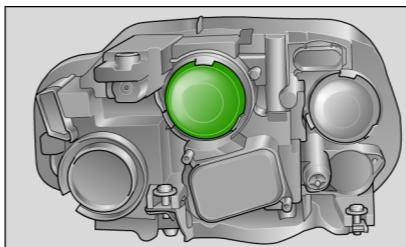

图 282 主大灯：盖子
- 取下盖子 ⇒ 图 282 ⇒ !在第 243 页的“更换灯泡”。▶